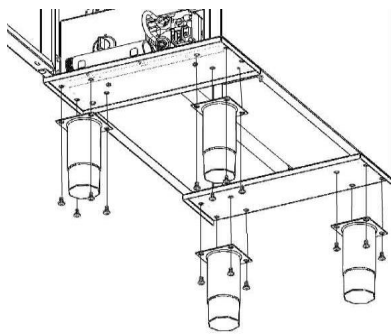

Fig. 1
1. Instale las 4 patas/ruedas niveladoras por la parte inferior de su freidora, con un destornillador Phillips, ensamble cada pata/rueda con 4 tornillos A (Fig. 1). Las ruedas con freno deben instalarse en el frente del equipo.